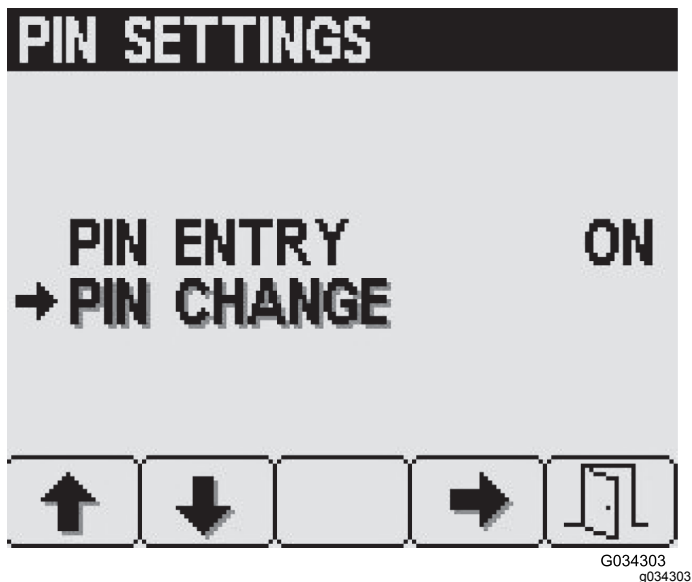

Figura 27
3. En la pantalla PIN Settings (Ajustes de PIN), pulse el botón 2 hasta que llegue a PIN Change (Cambio de PIN) y, a continuación, pulse el botón 4 para seleccionar PIN Change (Cambio de PIN) (Figura 27).